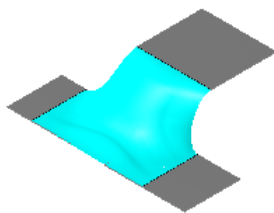

图 5.3.70 调整第一熔接曲面的方向
- ☒ 修剪曲面 (R) 复选框：用于设置修剪熔接原始曲面。
- ☒ 保留曲线 (R) 复选框：用于设置保留熔接原始曲面与熔接曲面之间的交线。
Step4. 设置熔接曲面参数。在“三曲面间熔接”对话框中单击  按钮后的  按钮调整熔接方向，如图 5.3.70 所示；选中 ☒ 修剪曲面 (R) 复选框。